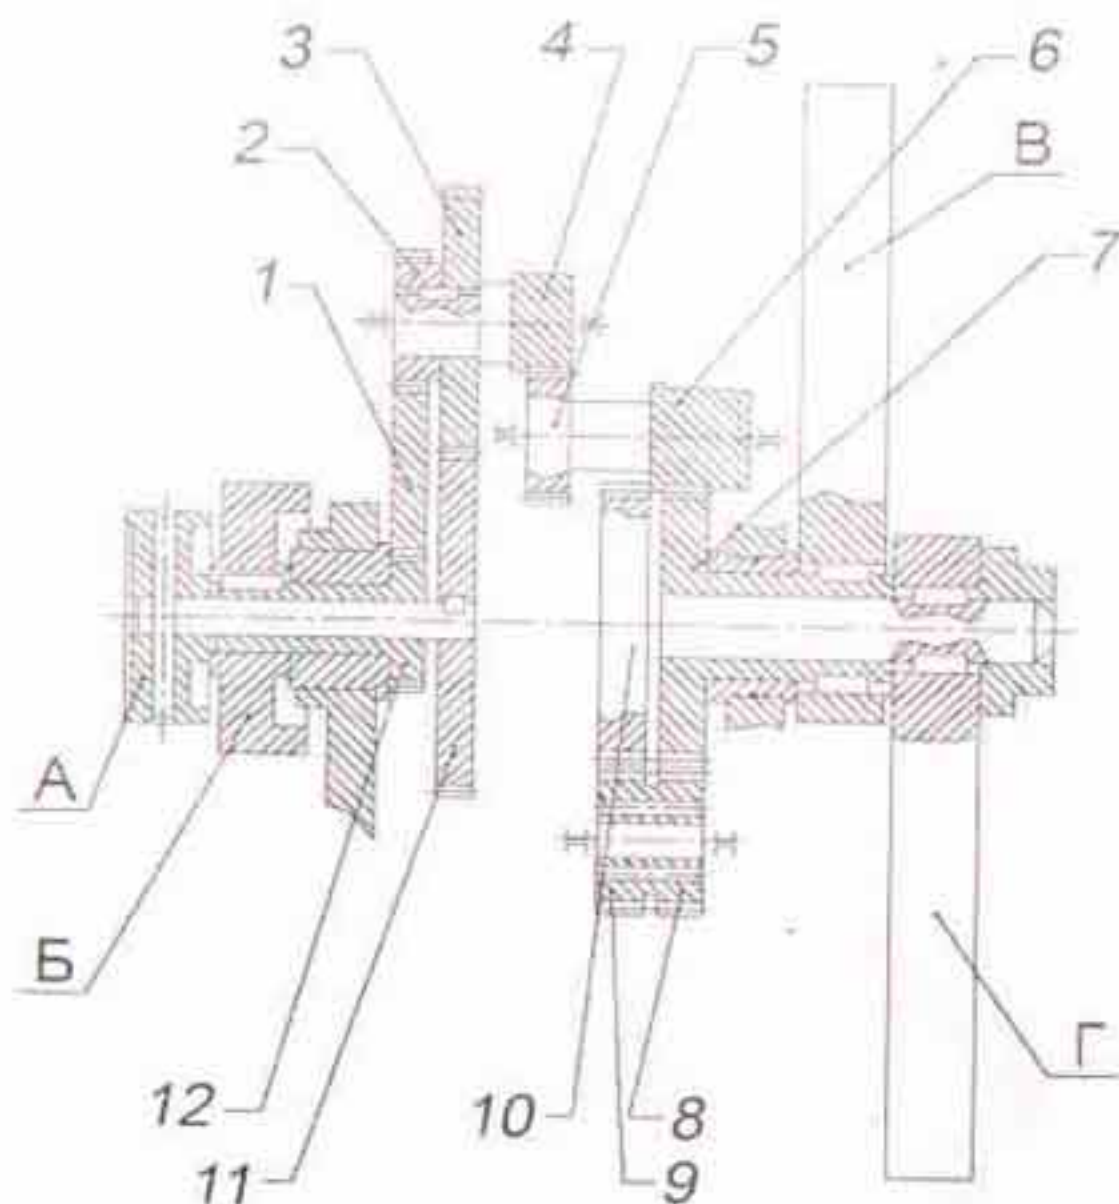

Рис. 1. Кинематическая схема механизма для балансировки шлифовального круга
Кинематическая схема Механизма показана на Рис.1. При удерживании рукоятки А в процессе вращения шлифовального круга приходят во вращение шестерни 11 и 3 и движение от них передается балансирующему грузу В через две червячные пары 4-5 и 6-7 и грузу Г – через эту же кинематическую цепь и шестерни 8, 9, 10. Оба груза движутся в одну сторону, но груз Г движется несколько медленнее, чем груз В, что приводит к изменению их взаимного расположения.
5.2 Балансировка производится во время вращения шлифовального круга. Для выполнения балансировки надо рукоятку А (Рис.1) удерживать рукой от вращения до тех пор, пока круг не будет отбалансирован. В процессе балансировки грузы Г и В могут многократно проходить через положения наибольшего и наименьшего дисбаланса, прежде, чем круг будет уравновешен с желаемой точностью.